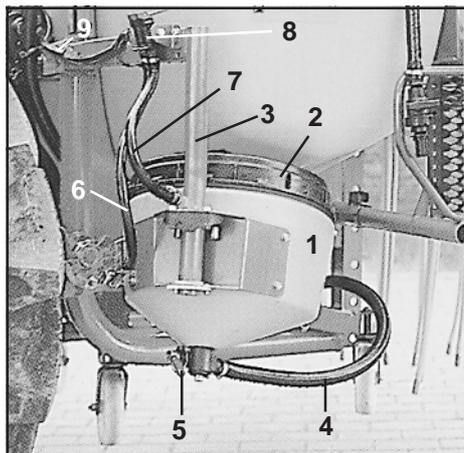

Рис. 12.10
- 2 - Канистровый распылитель (вращающийся распылитель). Предназначен для ополаскивания канистр и других емкостей. Для этого канистру насадить на распылитель и нажать вниз. Для ополаскивания самой емкости необходимо закрыть резьбовую крышку и открыть кран канистрового распылителя на группе кранов (рис. 12.10/8).
- Проверьте, закрыт ли простой кран (рис. 12.10/5) в основании закачивающей емкости.